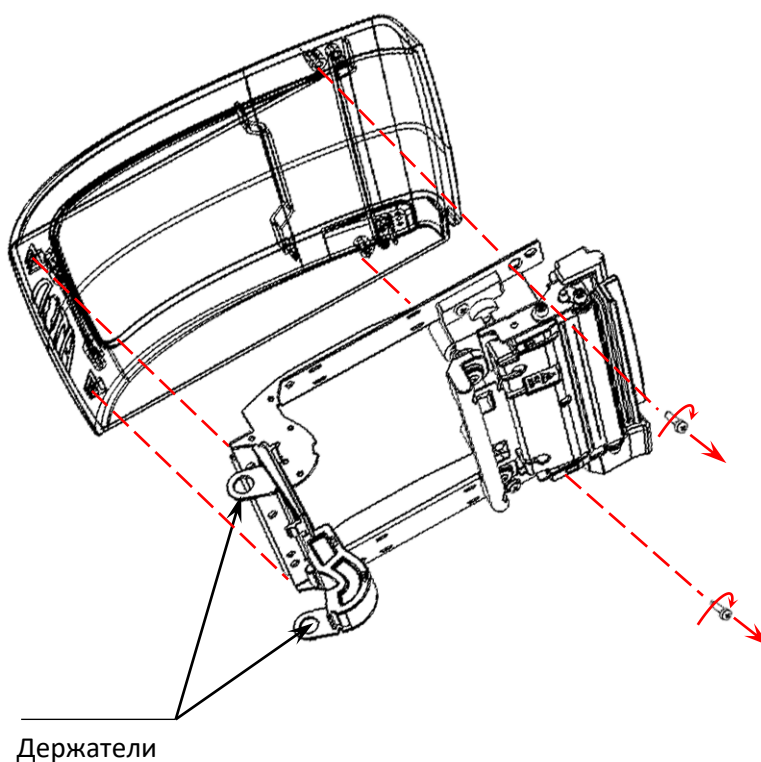

Рисунок 20. Крепление рычага в крышке
1. Отделить металлический рычаг от крышки лотка для ЧЛ (рисунок 20).
9. Прикрепить металлический рычаг к крышке лотка для ЧЛ (рисунок 20).